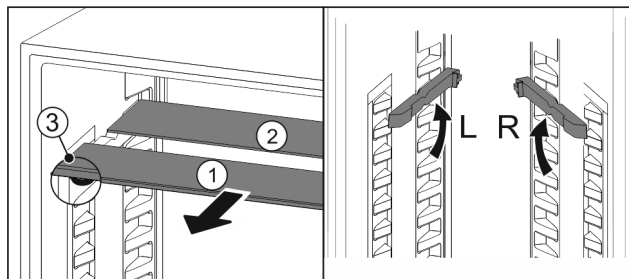

Fig. 140
- Izvucite Fig. 140 (1) staklene ploče jednu po jednu prema naprijed.
- Staklena ploča Fig. 140 (1) s ukrasnom letvicom nalazi se sprijeda.
- Zaustavljači Fig. 140 (3) su usmjereni prema dolje.